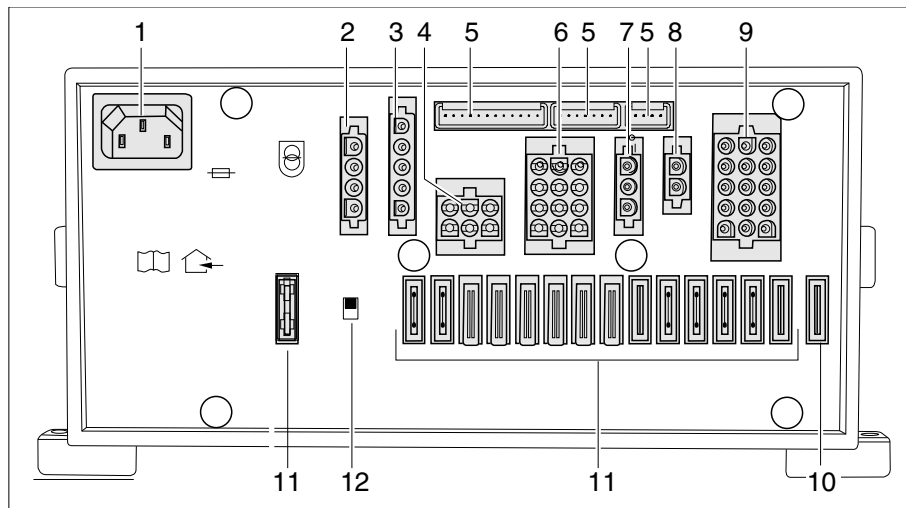

Fig. 260 Bloc électrique (EBL 111)
- ▷ L'interrupteur-séparateur de batterie (Fig. 260,12) coupe du réseau 12 V tous les consommateurs raccordés au bloc électrique.